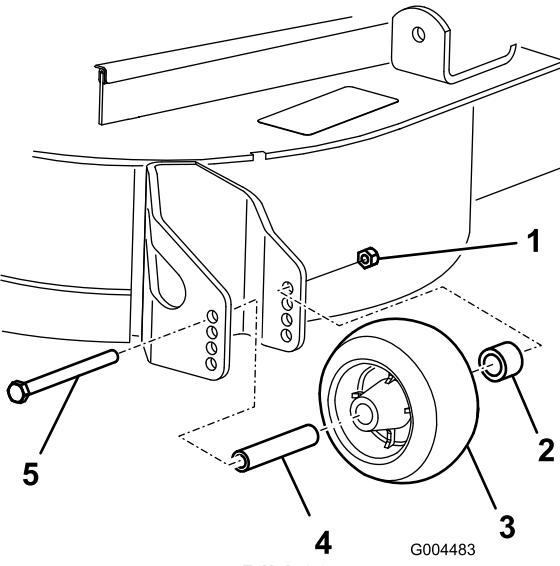

Bild 22
- Nach dem Einstellen der Schnitthöhe sollten Sie die Rollen einstellen. Nehmen Sie die Bundmutter, die Büchse, das Distanzstück und die Schraube ab (Bild 22).
Hinweis: Ziehen Sie sie auf 54–61 Nm an (Bild 22).